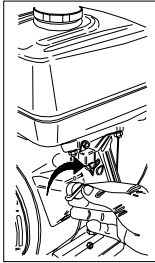
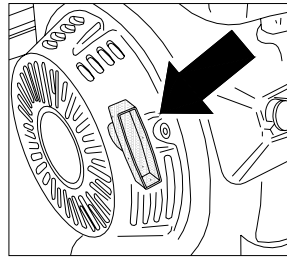

Fig. 8
Fig. 9
- Placer le sélecteur sur "I" (start) (Fig. 8) . Saisir la poignée de mise en marche (Fig. 9) et tirer la corde sans effort jusqu'à ce que vous ressentiez la résistance provoquée par la compression, relâcher ensuite la poignée et tirer énergiquement pour faire démarrer le moteur.